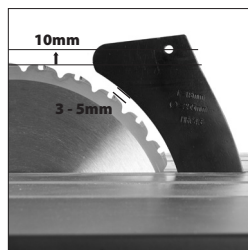

Fig. 19
- Stel het spouwmes zo af dat het tussen de 3 – 5 mm van het zaagblad zit. Het montagegat van de beschermkap van het spouwmes moet ten minste 10 mm hoger zijn dan de tandpiek. **(Afb. 19).**